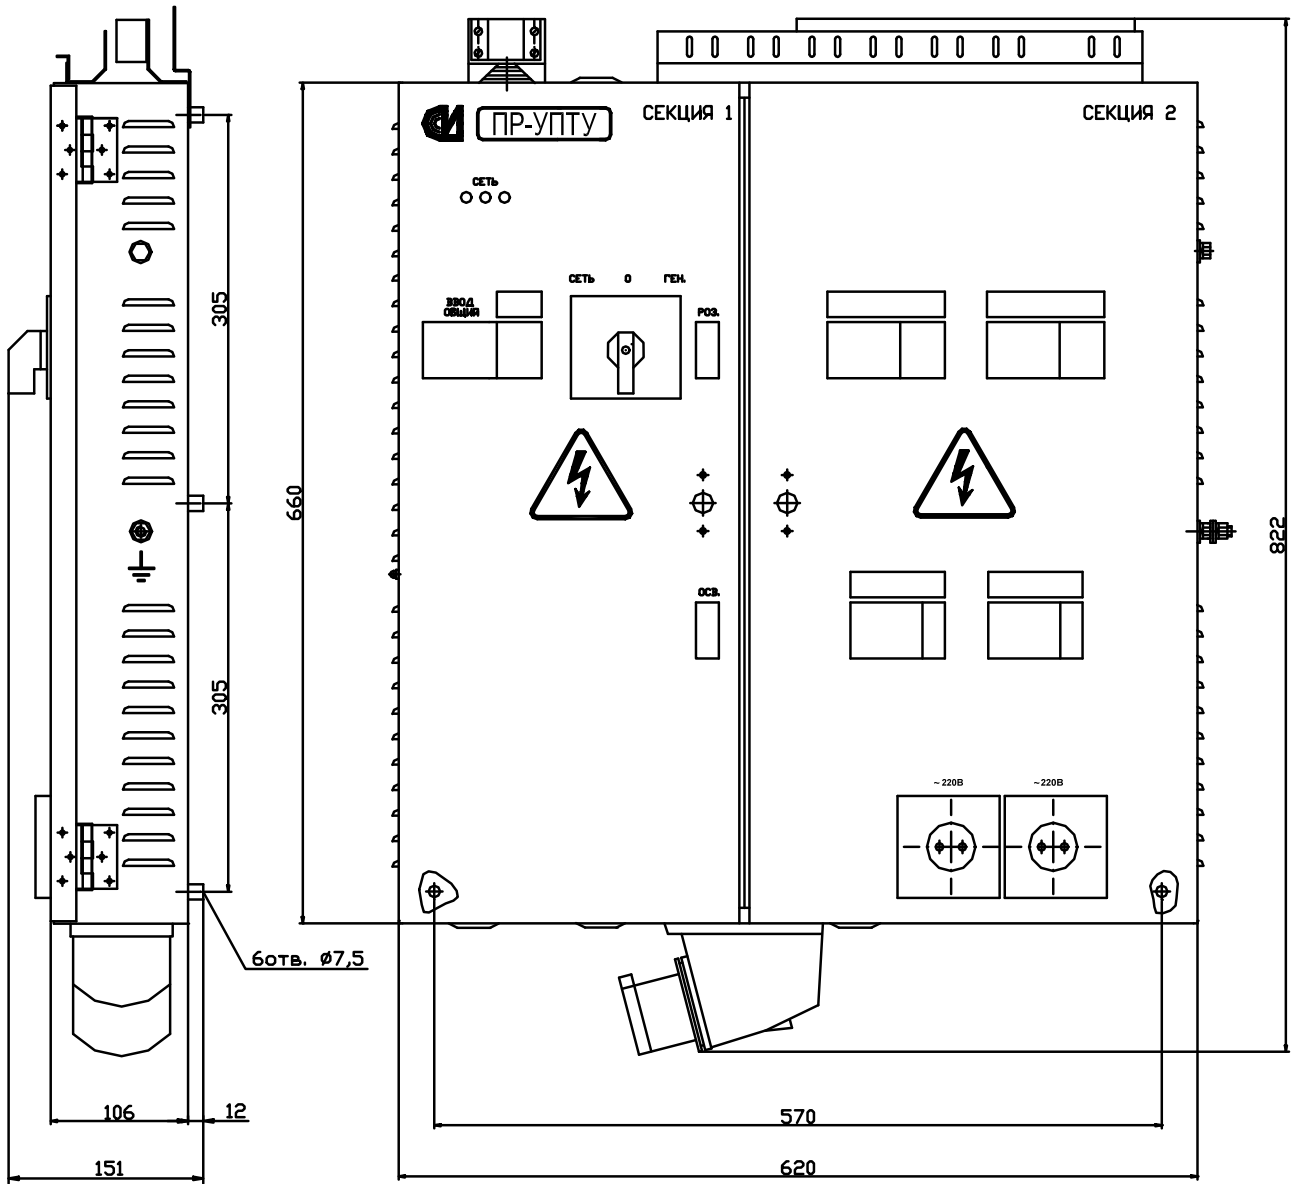

Рис. 1 Панель ПР-УПТУ
2.7 Габаритно-присоединительные размеры панели указаны на рис. 1.